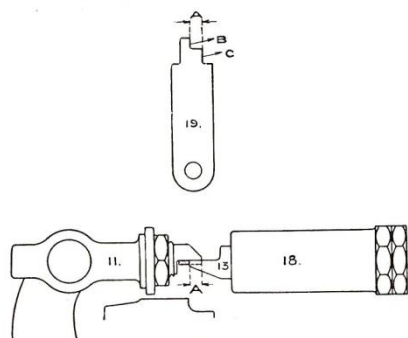

Fig. 10.
ken utjämnaren (118) är fastskrufvad. De ofvan på bränslepumpen befintliga ventilerna äro tryckventiler (märkta T). Om ofvannämnda utjämnare af någon anledning skulle blifva otät, kan sugröret kopplas direkt till sugventilen under det utjämnaren repareras. Skulle bränslepumpen af någon anledning tagas isär, injusteras slaglängden omsorgsfullt efter hopsättningen på följande sätt: (se fig. 10). Med hvarje motor följer en pumpmall (19) med hvars tillhjälp man injusterar pumpslaget. Pumpens slag skall nämligen vara lika långt som afståndet (A) på pumpmallen då **pumpregleringshandtaget (116) står midt för märket på regleringsbågen (117).**